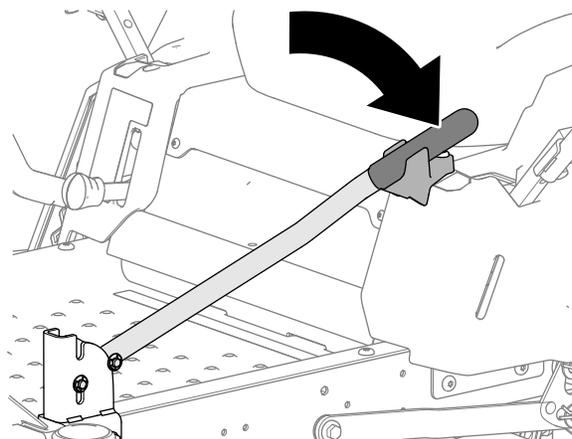

Figura 20
2. Ruotate completamente la maniglia per trazione assistita come mostrato nella Figura 20.